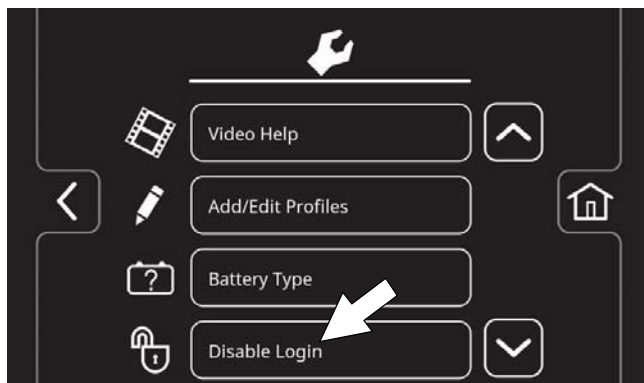

ABB. 172
4. Drücken Sie die Taste zum Deaktivieren der Anmeldung (Abbildung 172).